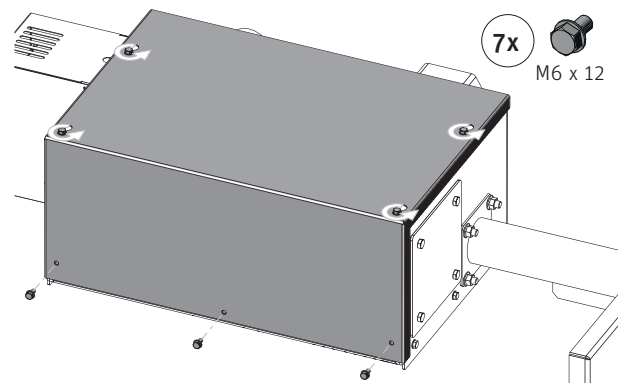

Fig. 226
► Abdeckung für Sammelbehälter mit 7 Schrauben M6 x 12 montieren – Fig. 226.